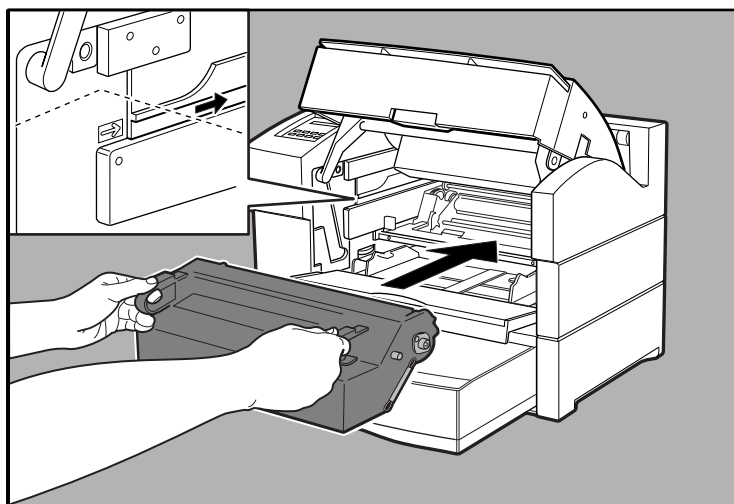

Fig. 2.11 Inserire i perni nei canali di guida
8. Inserire i perni ai lati della cartuccia nei canali di guida della stampante (fig. 2.11).